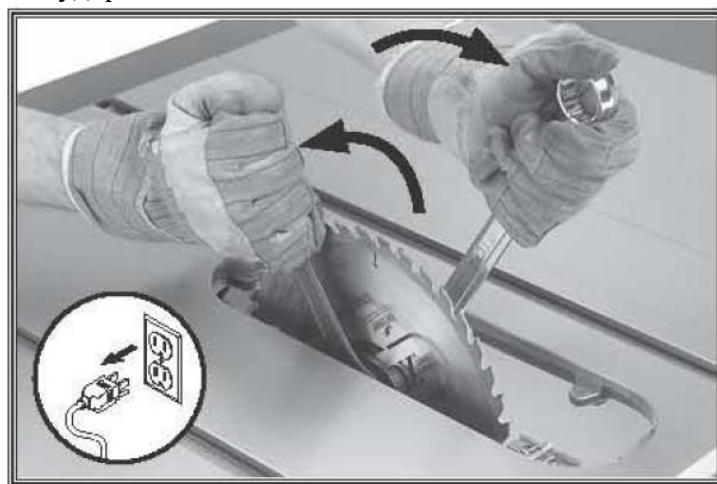

Рисунок 44. Пример снятия полотна настольной пилы.
3. Используйте прилагаемые гаечные ключи, чтобы ослабить и снять гайку, фланец и диск (см. рисунок 44). Гайка имеет правую резьбу; поверните против часовой стрелки, чтобы ослабить.